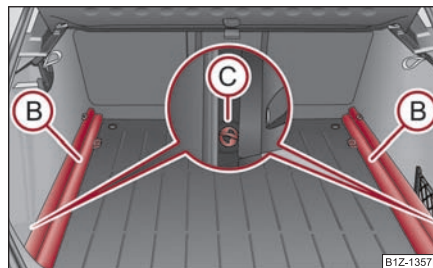

Fig. 102 Maletero: Desmontar las guías portantes
- Desbloquee los rieles portantes (B) girando las argollas de fijación intercambiables (C) a derecha, aprox. 90° ⇒ fig. 102.